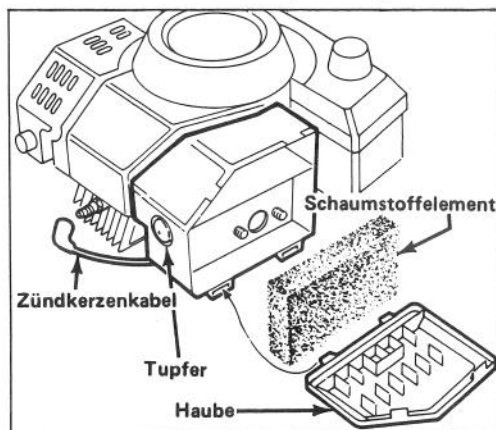

Abbildung 11
1. Stellen Sie den Motor ab und ziehen Sie das Kabel aus der Zündkerze (Abb. 11).
2. Streifen an der Oberseite der Luftfilterhaube anheben und Haube abheben. Haube sorgfältig säubern. (Abb. 11).
3. Wenn die Außenseite des Schaumstoffelements schmutzig ist, vom Luftfiltergehäuse entfernen (Abb. 11). Sorgfältig säubern.
1. Den Motor abstellen und das Kabel aus der Zündkerze ziehen (Abb. 11).
2. Um die Zündkerze herum sauberwischen und die Zündkerze vom Zylinderkopf abnehmen (Abb. 11).
3. Luftstrecke auf 0,81 mm einstellen (Abb. 11). Die auf korrekten Abstand eingestellte Zündkerze mit einer Dichtungsscheibe anbringen und auf 13,6 N-m anziehen.